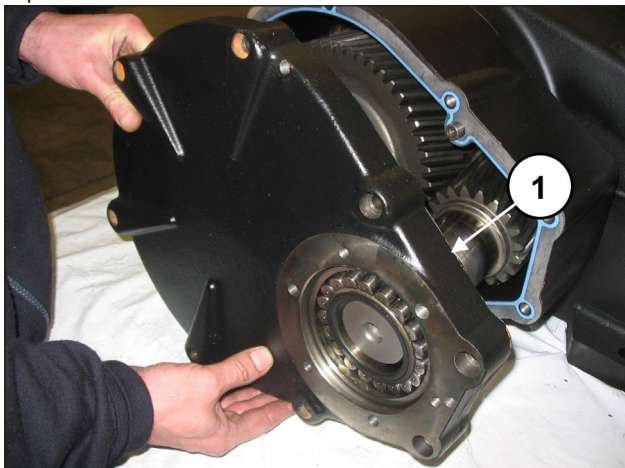

Fig. 67
Montare il coperchio riduttore (pos. ①, Fig. 67) e fissarlo mediante 8 viti M10x50 (pos. ①, Fig. 68). Utilizzare un tampone per evitare che il cuscinetto possa uscire dalla sua sede (pos. ①, Fig. 69).